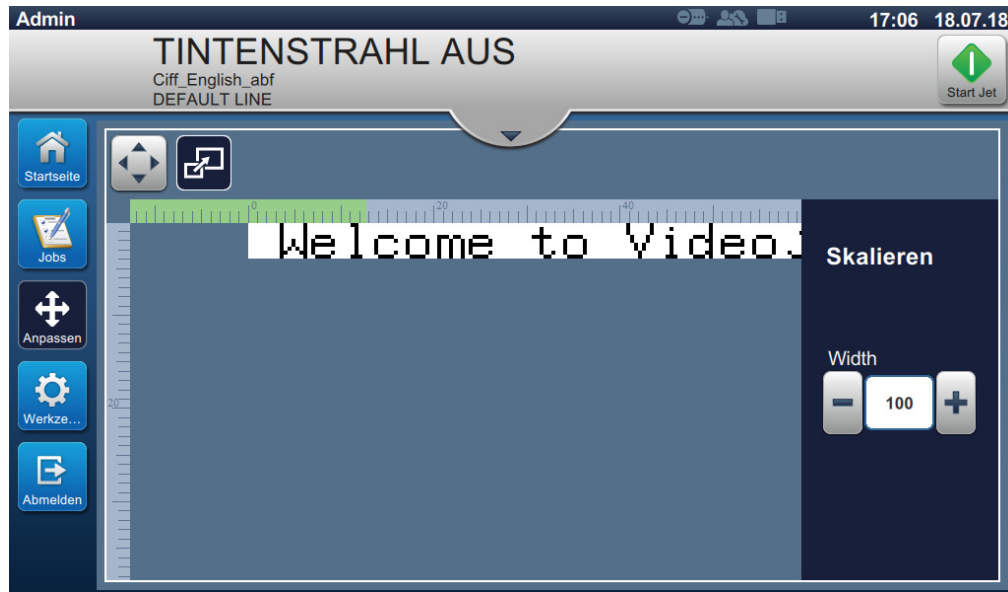

Abbildung 4-10: Anpassen > Skalieren
1. Berühren Sie die Schaltfläche  und die aktuelle Maßstabaufteilung erscheint wie dargestellt in Abbildung 4-10.